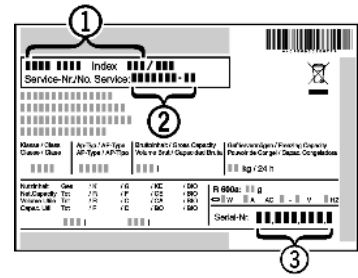

Fig. 11
- ▶ A készülék megnevezését *Fig. 11 (1)*, a szerviz- *Fig. 11 (2)* és sorozatszámot *Fig. 11 (3)* a típustábláról olvassa le. A típustábla a készülék belsejében baloldalon található.
- ▶ Értesítse a vevőszolgálatot a hibáról, és adja meg nekik a készülék megnevezését *Fig. 11 (1)*, a szerviz- *Fig. 11 (2)* és a sorozatszámot *Fig. 11 (3)*.